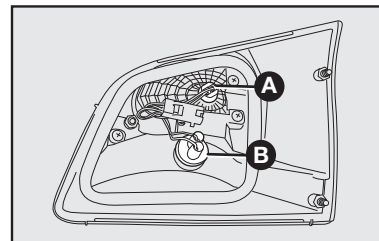

fig. 55
A-fig. 55: luz de posición trasera.
B-fig. 55: luz de marcha atrás.
2) Para sustituir la lámpara de la luz de posición, tire del portalámpara **A-fig. 55**, tire de la lámpara fijada a presión y sustitúyala.
3) Para sustituir la lámpara de la luz de marcha atrás, gire el portalámpara **B-fig. 55** en el sentido antihorario, tire de la lámpara fijada a presión, sustitúyala y recolque el portalámpara, girándolo en el sentido horario.